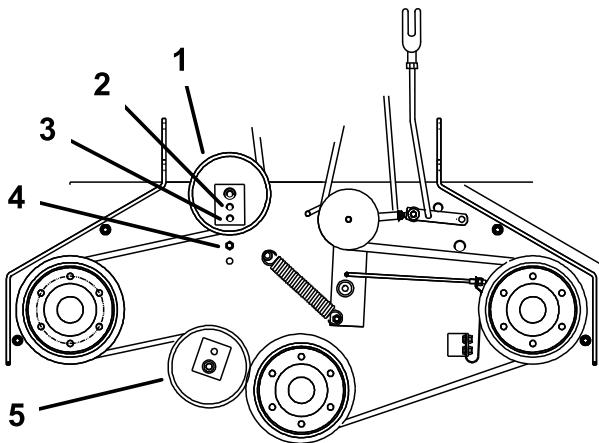

Figura 45
6. Se non vi è più spazio per regolare ulteriormente il tornichetto e la cinghia è ancora lenta, occorre posizionare la puleggia tendicinghia posteriore sul foro centrale o anteriore (Figura 45). Usate il foro che consente di ottenere la regolazione corretta.
7. Quando si sposta la puleggia tendicinghia occorre spostare anche il guidacinghia. Spostate il guidacinghia nella posizione anteriore (Figura 45).